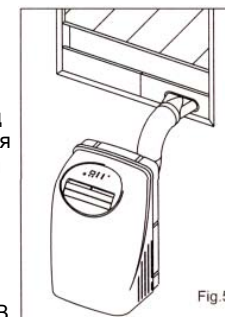

Fig.5
2. Установите гибкий вытяжной воздуховод и регулирующее оконное выдвигающееся приспособление, как показано на рис.5 и 5а.